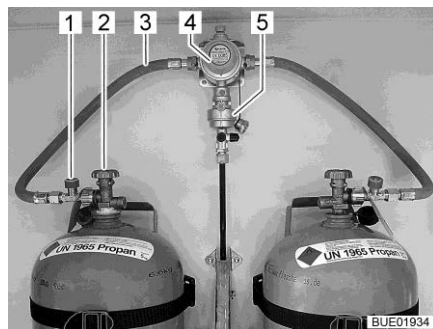
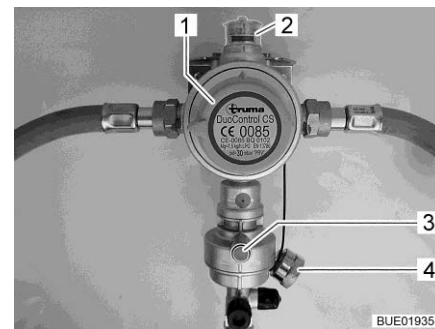

Fig. 81 Bombole del gas con DuoControl
Fig. 82 Impianto di regolazione DuoControl
L'impianto di regolazione DuoControl consiste in una valvola di commutazione (Fig. 81,4) e un sensore crash (Fig. 81,5). L'impianto di regolazione DuoControl è installato tra i tubi flessibili del gas (Fig. 81,3) con un dispositivo antirottura del tubo flessibile (Fig. 81,1). Con la manopola (Fig. 82,1) sulla valvola di commutazione è possibile stabilire quale delle bombole del gas viene utilizzata come bombola in uso e quale come bombola di riserva. Nella finestra di controllo (Fig. 82,2) viene visualizzato lo stato del rifornimento di gas:
Il funzionamento con una sola bombola del gas è consentito, ma in questi casi il collegamento aperto deve essere assolutamente chiuso con una copertura cieca (Fig. 82,4).
Il sensore crash blocca l'alimentazione del gas in caso di forti vibrazioni (es. incidente). Il sensore crash viene azionato mediante pressione del tasto reset verde (Fig. 82,3).
Il dispositivo antirottura del tubo flessibile (Fig. 81,1) blocca il flusso di gas quando il tubo flessibile collegato si rompe. Il dispositivo antirottura del tubo flessibile deve essere attivato premendo il tasto verde.
Tramite la centralina di controllo (Fig. 83) è possibile attivare e disattivare l'alimentazione del gas tramite l'impianto di regolazione DuoControl. Le valvole principali di arresto (Fig. 81,2) delle bombole del gas e i rubinetti di arresto del gas degli apparecchi devono essere aperti manualmente.
- Con la manopola (Fig. 82,1) sulla valvola di commutazione selezionare la bombola del gas, da cui proviene la principale alimentazione del gas (bombola in uso). Girare la manopola fino all'arresto.
- Aprire le valvole principali di arresto (Fig. 81,2) delle bombole del gas.
- Premere il tasto verde del dispositivo antirottura del tubo flessibile (Fig. 81,1). Nella finestra di controllo (Fig. 82,2) viene visualizzato il simbolo verde.
- Chiudere le valvole principali di arresto (Fig. 81,2) delle bombole del gas.
Se la spia di controllo verde (Fig. 83,6) si spegne durante il funzionamento e la spia di controllo rossa (Fig. 83,5) si accende, significa che la bombola in uso è vuota e deve essere sostituita. Nella finestra di controllo (Fig. 82,2) viene visualizzato il simbolo rosso. La bombola di riserva continua ad alimentare le utenze a gas.
- Ruotare di mezzo giro la manopola (Fig. 82,1) in direzione della bombola del gas utilizzata. In questo modo questa bombola del gas ora è la bombola in uso, mentre la bombola del gas vuota diventa la bombola di riserva. Il simbolo nella finestra di controllo (Fig. 82,2) passa da rosso a verde.
- Chiudere la valvola principale di arresto (Fig. 81,2) della bombola del gas vuota. Osservare la direzione della freccia.
- Premere il tasto verde del dispositivo antirottura del tubo flessibile (Fig. 81,1).